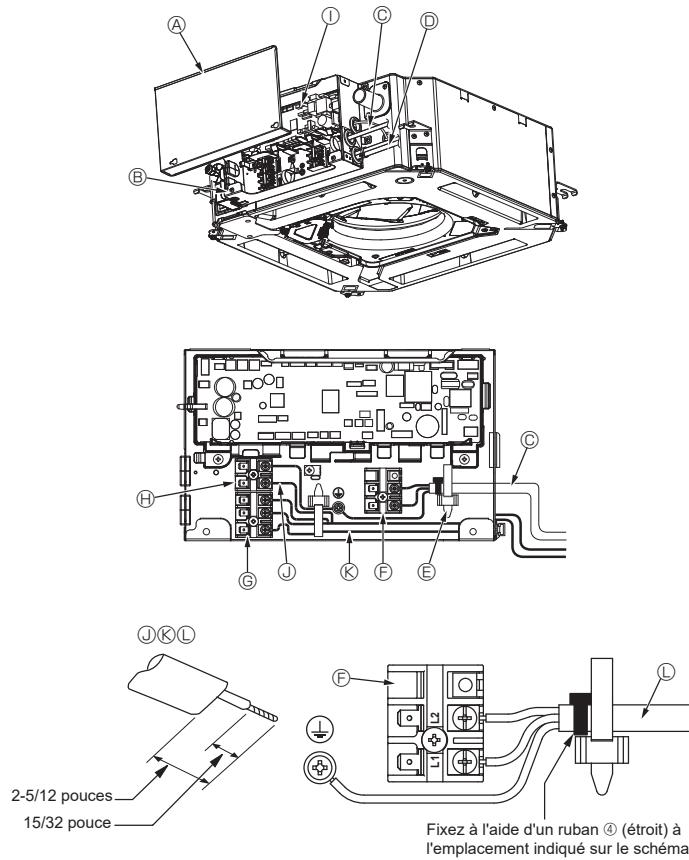
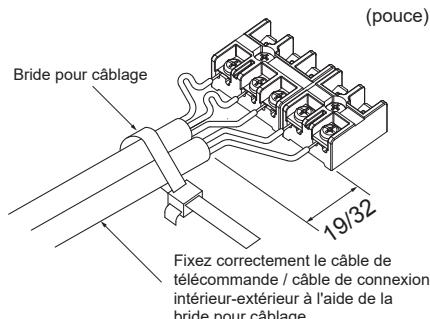

Fig. 4-1
Fig. 4-3
③ Courroie (large)
④ Orifice de drainage (transparent)
⑤ Marge d'insertion
⑥ Correspondance
⑦ Tuyau de drainage (TUBE PVC D.E. ø 32 mm (1-1/4 pouce))
⑧ Matériau isolant (non fourni)
⑨ Tuyau en PVC transparent
⑩ TUBE PVC D.E. ø 32 mm (1-1/4 pouce) (pente de 1 % minimum)
⑪ Courroie (moyenne)
⑫ Orifice d'écoulement
4.1. Appareil intérieur (Fig. 4-1, Fig. 4-2, Fig. 4-3)